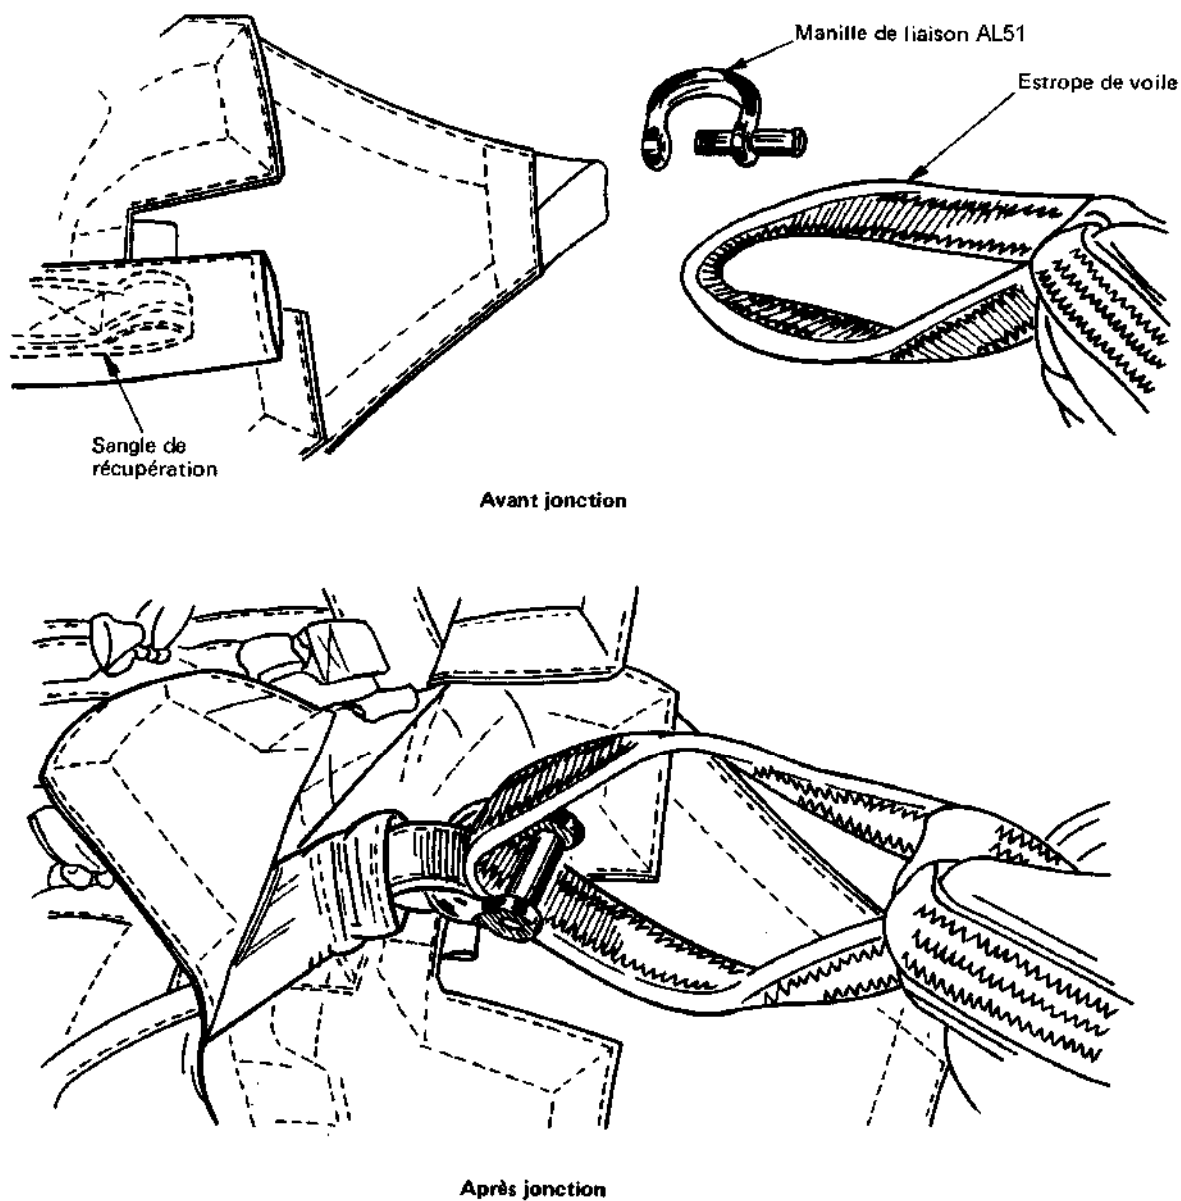

Fig. 4.13 - Liaison « sac-voilure »
- Contrôler le serrage manille AL51 et si nécessaire effectuer la liaison voile-sac (fig. 4.13).